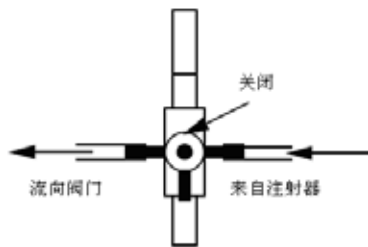

图21
- 转动三向旋塞，将试验组件中的空气全部排出，如图21所示。
c) 如图21所示，转动三向旋塞，将水压计隔离。